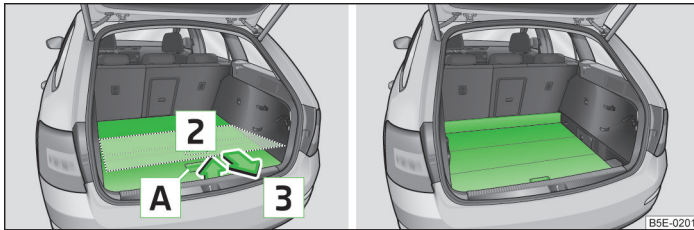

Abb. 96 Untere Position des variablen Ladebodens einstellen / variabler Ladeboden in unterer Position
- › Den hinteren Teil des variablen Ladebodens am Griff **A** » Abb. 96 fassen.